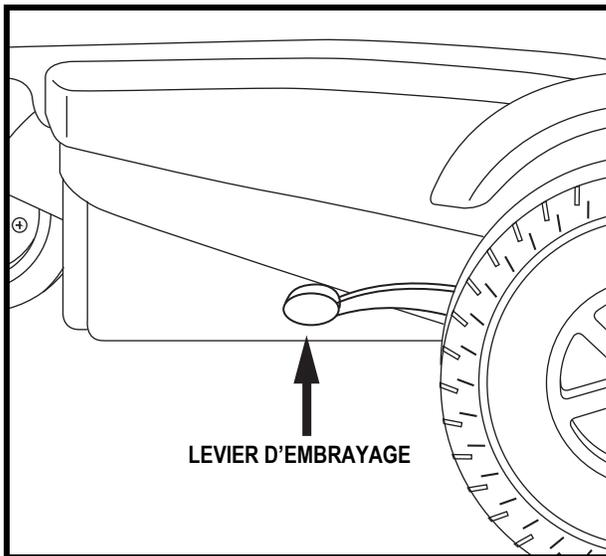

Figure 11. Mode de traction (embrayé)
2. Tirez les deux leviers vers le haut pour embrayer les moteurs. **Voir la figure 11.**
**Voir la figure 11.**